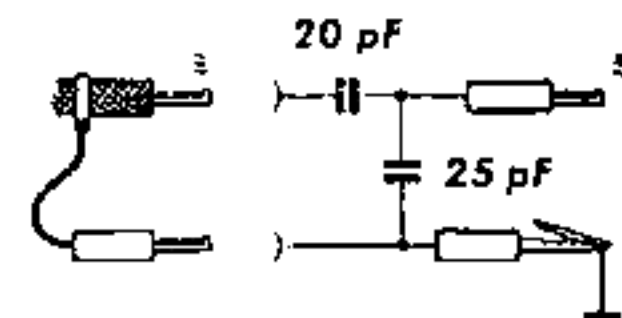

Abb. 1
- Künstliche Antenne für Abgleich- und Empfindlichkeitsmessungen verwenden gemäß Abb. 1.
Hinweis: Bei dem Meßsender der Fa. Neuwirth Type EP 104 A entfällt die künstliche Antenne nach Abb. 1, da dieser Meßsender schon für Autosuper angepaßt ist.